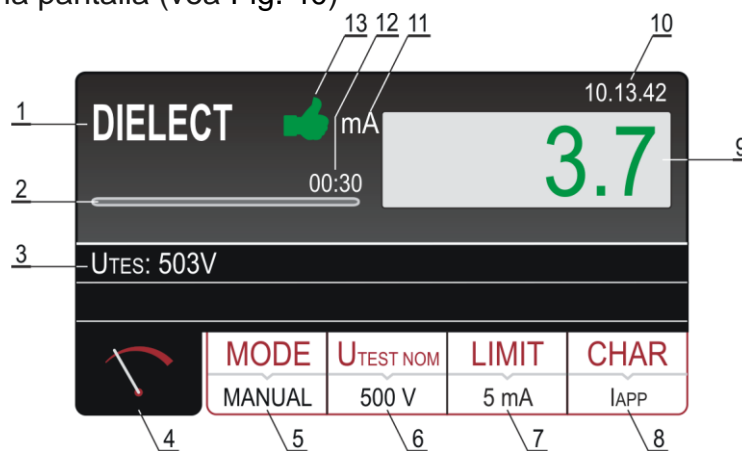

Fig. 40: Pantalla con el resultado de la prueba DIELECTRIC
9. Realice la medida pulsando el botón **START/STOP**. El resultado de la prueba se mostrará en la pantalla (vea Fig. 40)